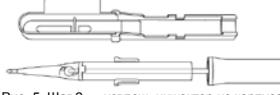

Рис. 5. Шаг 2 — извлечь инжектор из корпуса
- Извлеките инжектор из контейнера (Рис. 5).